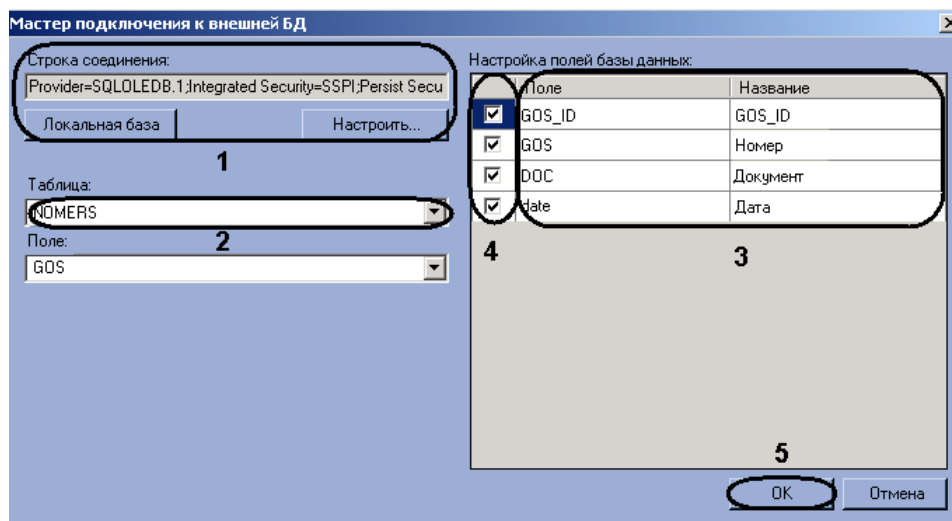

Рис. 7.5—9. Обработка таблицы «Настройка полей базы данных»
5. Задать строку подключения к внешней базе данных (см. Рис. 7.5—9, 1), после чего выбрать из списка «Таблица» таблицу, содержащую номера транспортных средств (см. Рис. 7.5—9, 2) (см. шаги 5-7 в разделе «Подключение внешней базы данных номеров»).
6. В результате выполнения операции в таблице «Настройка полей базы данных» отобразится список столбцов в выбранной таблице (см. Рис. 7.5—9, 3).